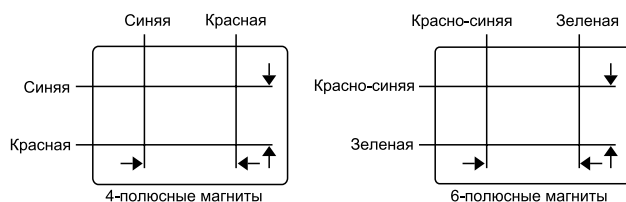

Рис. 3. Расположение магнитов в магнитостатическом устройстве сведения
- раздвигая двухполюсные магниты чистоты цвета магнитостатического устройства относительно друг друга, постарайтесь добиться оптимальной чистоты цвета, по возможности, на всей площади экрана, попеременно смещая отклоняющую систему вдоль горловины кинескопа и регулируя магниты чистоты цвета (расположение магнитов в магнитостатическом устройстве показано на рис. 3);